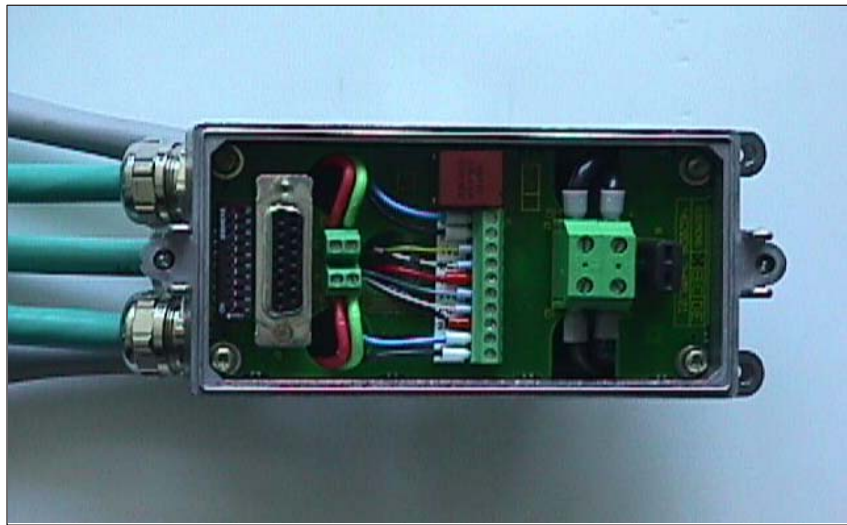

Bild 2-26 Fertig verdrahteter Anschlußdeckel: Ansicht von unten
- Anschlußdeckel von unten —> siehe Bild 2-26